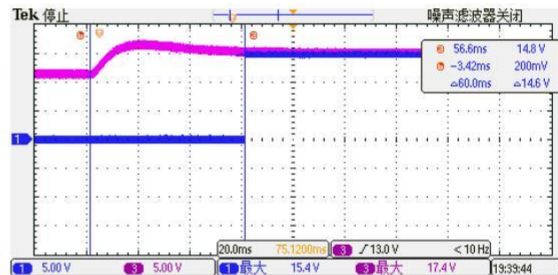

图 7 故障消失
3、欠压消失：副边欠压消失后，继续置低最多 60ms，恢复高电平；如图 7